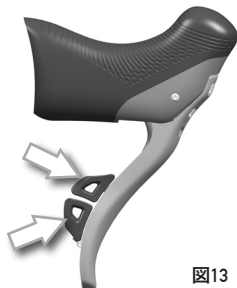

図13
- レバーの動作をカスタマイズしている場合は、それに従ってレバーを操作します（図13）。